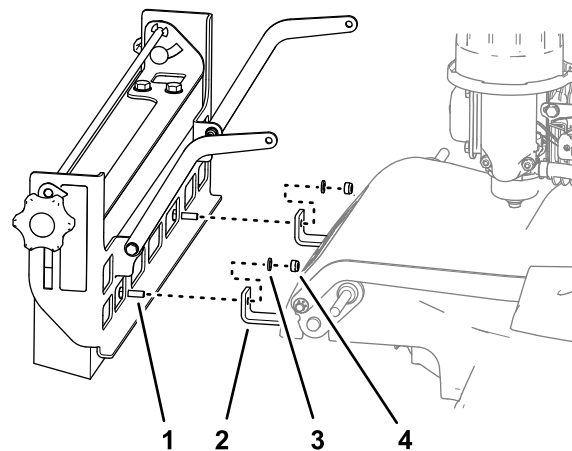

**Figura 10**
1. Monte um parafuso (6 x 20 mm) e uma anilha (6 mm) através do furo na montagem da escova (Figura 10).
2. Monte o outro parafuso (6 x 20 mm) e anilha (6 mm) através do outro furo na montagem da escova (Figura 10).